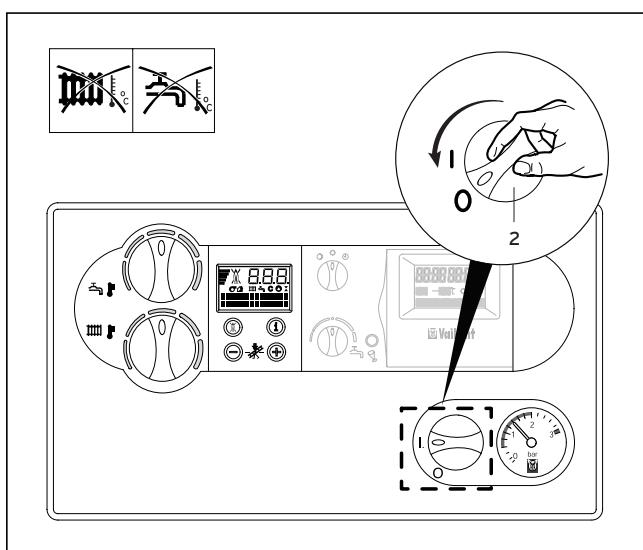

Bild B.12: Fullständig avstängning
- Mät i avgasledningen vid inspektrörsröret (1) (bild B.12). Mät i luftledningen vid inspektrörsröret (2).